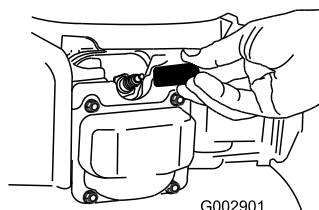

Рисунок 35
2. Отсоедините провод от свечи зажигания (Рисунок 35), прежде чем выполнять любые процедуры технического обслуживания.